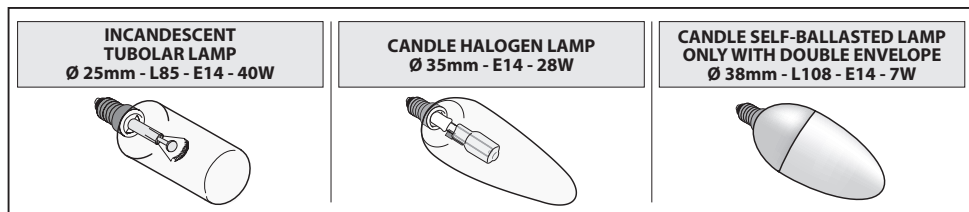

Fig.15
• Sostituzione delle lampade a incandescenza/alogene/fluorescente (Fig.15):